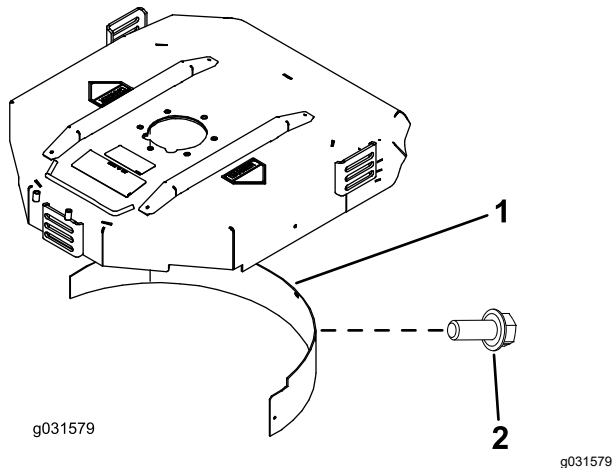

Figure 16
2. Montez le déflecteur de déchetage dans l'ouverture arrière et fixez-le avec 5 boulons à embase (Figure 16).